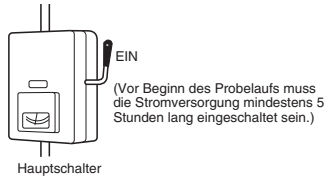

Abb. 9-1
- (1) Alle Restmaterialien, insbesondere Metallspäne, Drahtstücke und Klammern, wurden aus dem Gehäuse entfernt.
- (2) Das Steuerkabel wurde korrekt angeschlossen, und alle elektrischen Anschlüsse sind fest verbunden.
- (3) Die Transport-Schutzdistanzstücke für den Kompressor wurden entfernt. Wenn dies nicht der Fall ist, müssen sie nun entfernt werden.
- (4) Die Transportsicherungen des Inneneinheit-Gebläses wurden entfernt. Wenn dies nicht der Fall ist, müssen sie nun entfernt werden.
- (5) Die Stromversorgung zur Einheit wurde mindestens 5 Stunden vor dem Starten des Kompressors eingeschaltet. Die Unterseite des Kompressors sollte sich erwärmt haben, und das Kurbelgehäuse-Heizelement in der Nähe der Kompressorstützen sollte sich heiß anfühlen. (Abb. 9-1)